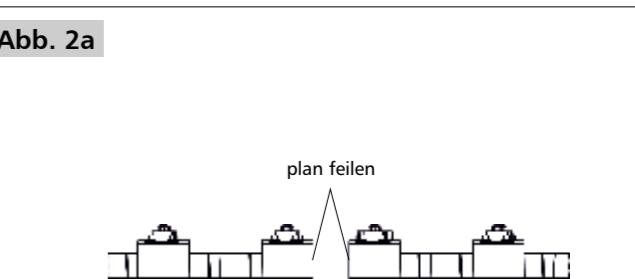

Abb. 2a
- Um eine optimale Verbindung zu erzielen, müssen die Schwellen an den späteren Klebeflächen mit einer Feile plan gefeilt werden. Abb. 2a
- In order to achieve an optimal connection, the sleepers must be filed with a file on the later glued surface **Figure 2a**.